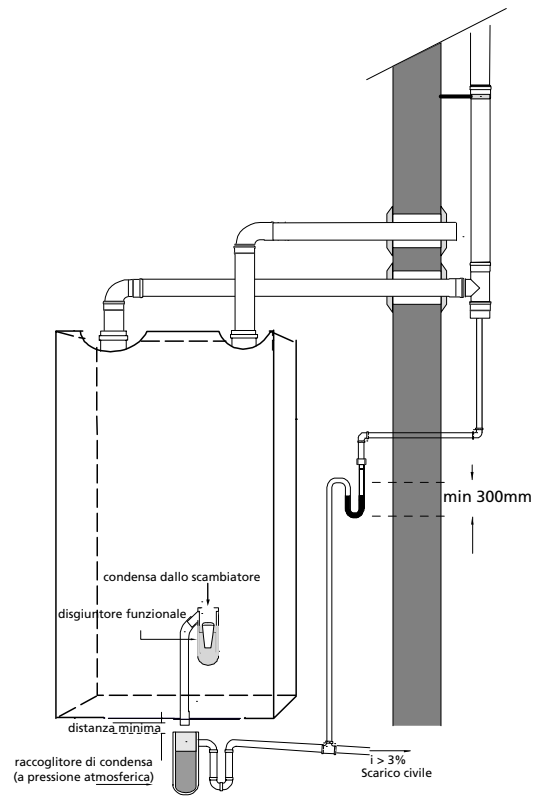

Figura 9
Non convogliare i fumi di più caldaie all'interno dello stesso condotto di scarico, ciascuna di esse deve necessariamente avere un proprio condotto indipendente. Si ricorda che se si rendesse necessario prolungare il condotto di scarico oltre i 4 metri, è sempre opportuno realizzare al piede del tratto verticale del condotto un sifone, secondo lo schema della Figura 9.
Il gocciolatoio può essere realizzato installando un apposito bicchiere, oppure più semplicemente con una curva in polipropilene atta a ricevere la condensa uscente dalla caldaia e l'eventuale fuoriuscita di liquido dalla valvola di sicurezza, come indicato nella Figura 9. La distanza massima tra lo scarico di condensa della caldaia ed il bicchiere (o tubazione bicchierata) di raccolta non deve essere inferiore ai 10 mm. Per il collegamento alla rete fognaria è necessario installare o realizzare un sifone per evitare il ritorno di odori sgradevoli. Per la realizzazione degli scarichi di condensa si consiglia di utilizzare tubazioni in materiale plastico (PP), non utilizzare in nessun caso tubazioni in rame, l'azione della condensa infatti ne provocherebbe un rapido degrado.